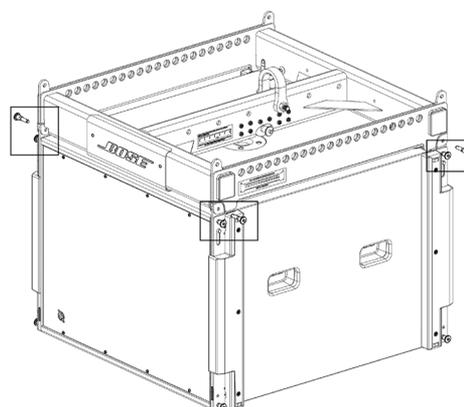

図4. ピンを挿入してフレームにサブウーファーを取り付ける
10. 2つのフロントピン(各サイドに1つずつあります)を差し込み、2つのリアピン(各サイドに1つずつあります)を差し込んでサブウーファーをフレームに固定します。図4を参照してください。